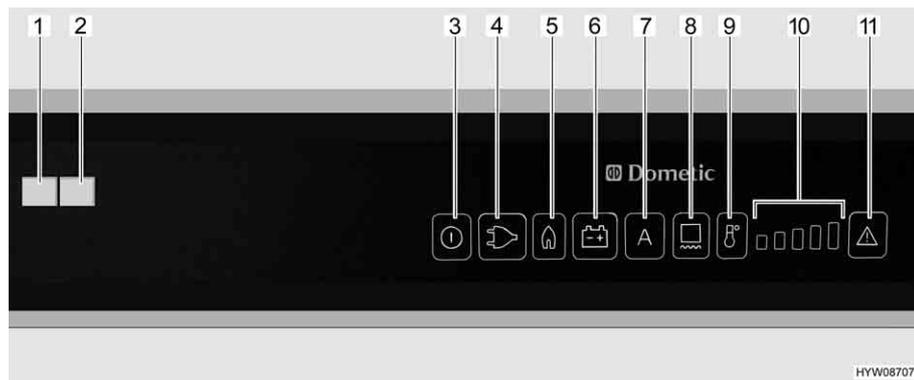

Bild 228 Bedienelemente für den Kühlschrank (Dometic RMD)
Wenn der Betriebsmodus "AES" eingestellt ist, **keine** 230-V-Versorgung angeschlossen und der Fahrzeugmotor **ausgeschaltet** ist, wählt das AES die Gasversorgung. Beim Anwählen des Gasbetriebs wird die Zündsicherung automatisch geöffnet, so dass Gas zum Brenner strömen kann. Gleichzeitig wird der elektronische Zünder eingeschaltet. Erlischt die Gasflamme, z. B. durch einen Luftzug, wird der Zünder sofort aktiviert und zündet das Gas wieder an. Bei Störung im Gasbetrieb blinken die Leuchttasten "Gas" (Bild 228,5) und "Störung" (Bild 228,11). Die Kontroll-Leuchte "Störung" (Bild 228,1) leuchtet und es ertönt 20 Sekunden lang ein akustischer Alarm.
Nach dem Einschalten wählt der Kühlschrank automatisch die mittlere Thermostateinstellung. Diese Einstellung kann manuell mit der Taste Temperaturstufenauswahl (Bild 228,9) nachgeregelt werden. Die Kontroll-Leuchten (Bild 228,10) zeigen die gewählte Thermostateinstellung an. Mit der Taste Temperaturstufenauswahl wird die Kühltemperatur für alle drei Energiearten eingestellt. Es dauert einige Stunden, bis der Kühlschrank die normale Betriebstemperatur erreicht hat. Beim Umschalten der Betriebsart wird die Thermostateinstellung beibehalten. Die Kühltemperatur wird unabhängig von der Energieart beibehalten.
- Rahmenheizung für eine Dauer von 2 Stunden einschalten: Taste (Bild 228,8) einmal drücken. Ein Balken der Temperaturstufenanzeige (Bild 228,10) leuchtet.
- Rahmenheizung für eine Dauer von 5 Stunden einschalten: Taste (Bild 228,8) zweimal drücken. Zwei Balken der Temperaturstufenanzeige (Bild 228,10) leuchten.
- Rahmenheizung auf Dauerbetrieb stellen: Taste (Bild 228,8) dreimal drücken. Drei Balken der Temperaturstufenanzeige (Bild 228,10) leuchten.
Die Temperaturstufenanzeige (Bild 228,10) zeigt einige Sekunden lang die Betriebsdauer der Rahmenheizung an.
Bei hohen Außentemperaturen und hoher Luftfeuchtigkeit kann es zur Wassertropfenbildung am Metallrahmen des Frosterfachs kommen. Deshalb ist der Kühlschrank mit einer Rahmenheizung für das Frosterfach ausgestattet. Bei hohen Temperaturen und hoher Luftfeuchtigkeit die Rahmenheizung über die Taste (Bild 228,8) einschalten. So lässt sich Korrosion vermeiden. Wenn die Rahmenheizung eingeschaltet ist, leuchtet die Leuchttaste (Bild 228,8).
- Taste Ein/Aus (Bild 228,3) etwa 2 Sekunden lang drücken. Der Kühlschrank schaltet sich ein, die zuletzt eingestellte Energieart oder "AES" wird angezeigt.
- Kühltemperatur mit Taste Temperaturstufenauswahl (Bild 228,9) einstellen. Die Kontroll-Leuchten (Bild 228,10) zeigen die gewählte Thermostateinstellung.
- Taste Ein/Aus (Bild 228,3) etwa 2 Sekunden lang drücken. Der Kühlschrank schaltet sich aus, keine Anzeigen leuchten mehr.